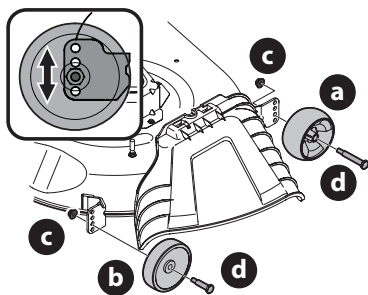

Figure 20
- b. Retirez les écrous autobloquants (c) et les boulons à épaulement (d) qui fixent la roue avant (a) et la roue arrière (b) au plateau de coupe, puis enlevez les roues (Figure 20).